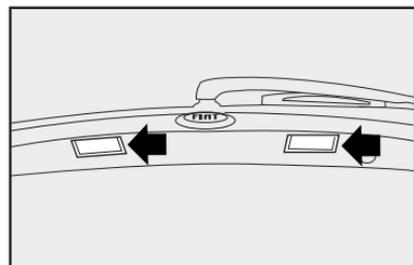

fig. 64
- 1) operar en los puntos indicados por las flechas **fig. 64** con un destornillador y quitar la lente transparente.